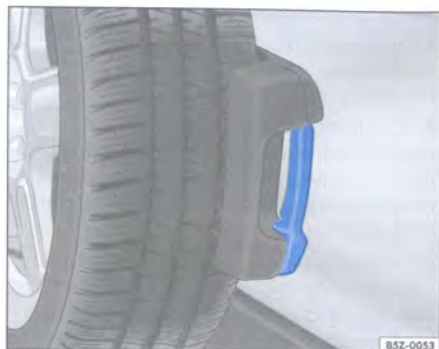

Fig. 41 Tapa del maletero: acceso
– Tire la palanca ⇒ fig. 41 y, al mismo tiempo, desplace el soporte y la rueda de repuesto a la posición lateral, hasta que se encastre.